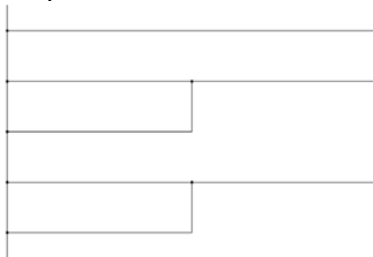

Рисунок 5.6 - Видалення непотрібних провідників
8. Видаліть непотрібні провідники використовуючи команду **Обрезувати провoda** вкладка **Схема** панель **Редакувати провoda/номера проводoв**, як показано на рис. 5.6.